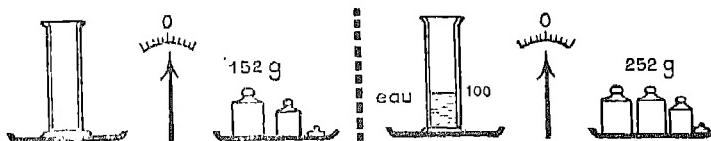

Fig. 4. — Graduation d'une éprouvette.
b) Graduation d'une éprouvette. Veuillez la figure 4 ; elle vous apprend comment on détermine le trait correspondant à la capacité de 100 centimètres cubes.